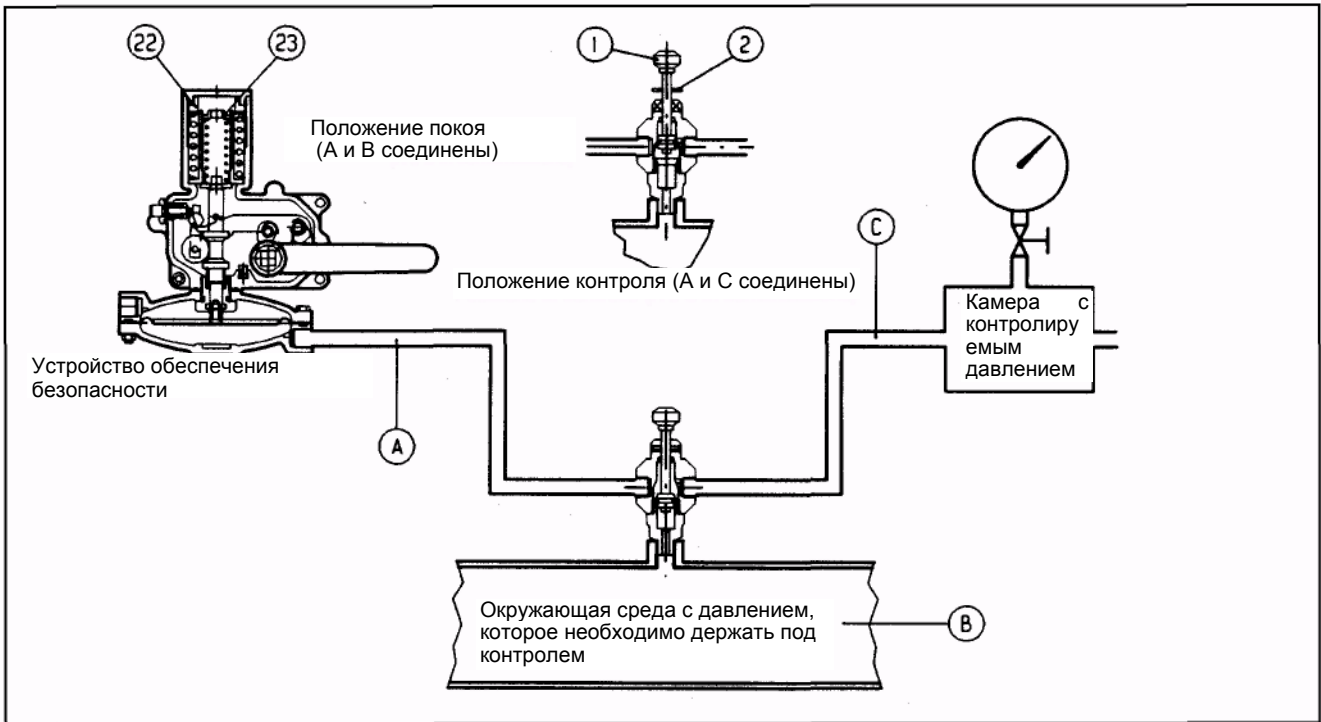

Рис. 17
- А) Для отсекающих устройств соединенных с выходным трубопроводом посредством переключающего трехходового клапана "push" 11 необходимо действовать следующим образом (рис. 17):